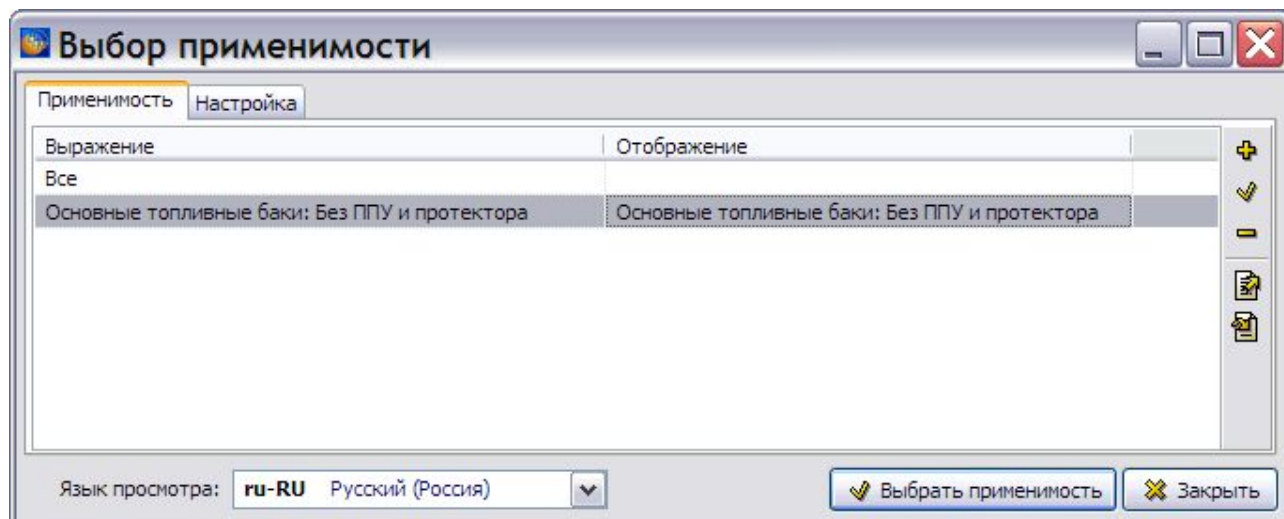

Рис. 10.31
9. В окне **Добавление применимости** нажмите на кнопку **Применить**. При этом произойдет переход в окно **Выбор применимости** (Рис. 10.31).